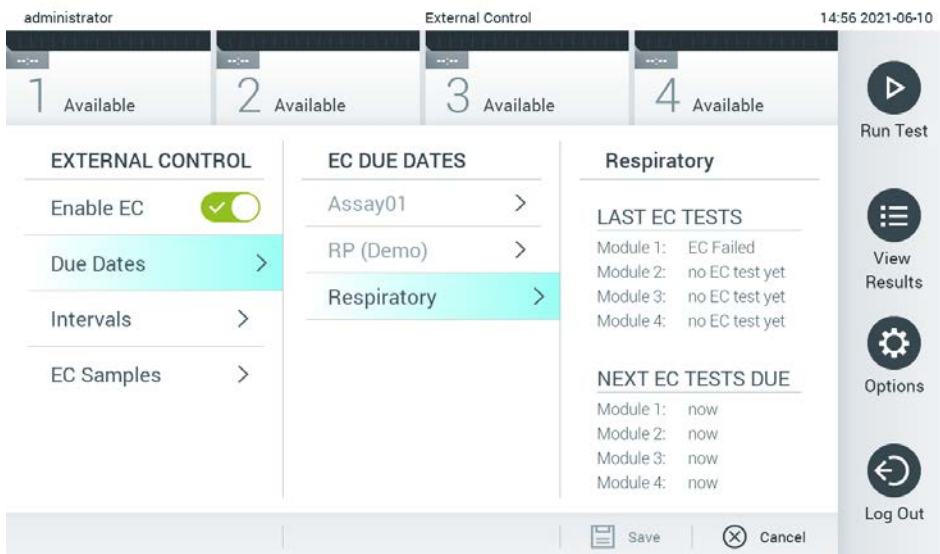

Figura 51. O ecrã External Control Due Dates (Datas de conclusão do controlo externo).
3. Seleccione **Due Dates** (Datas de conclusão) e depois um ensaio da lista para ver quando foi realizado o último teste de controlo externo por ensaio e módulo analítico e quando está previsto o próximo teste de controlo externo (Figura 51).